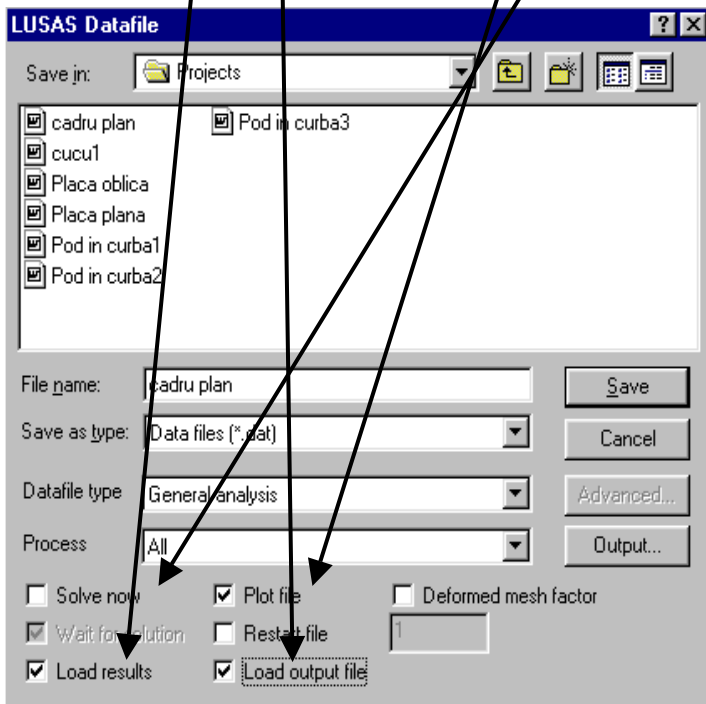

Fig. 45
- în caseta de dialog (fig. 45) se de-selectează opțiunea **Solve now**